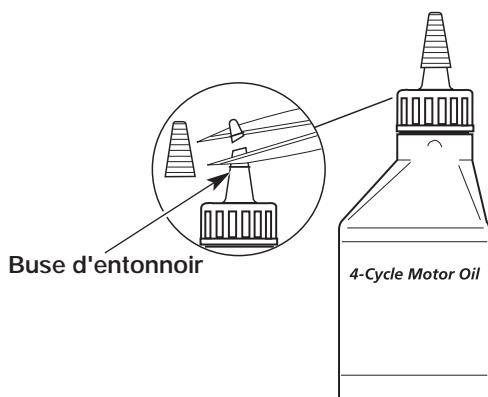

Figure 16
Votre appareil est livré avec une bouteille d'huile SAE 30 SF, SG, SH de 100 ml (3,4 oz) (Fig. 16).
1. Dévisser le bouchon de la bouteille d'huile et retirez le papier couvrant l'ouverture. Replacez le bouchon. Coupez la pointe de la buse de l'entonnoir (Fig. 16).